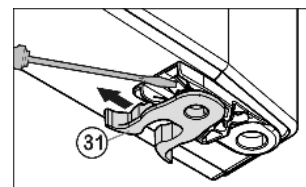

Fig. 7
- ▶ Mutați clema elastică Fig. 7 (31): Împingeți în jos ciocul de blocare și extrageți clema elastică peste acesta.